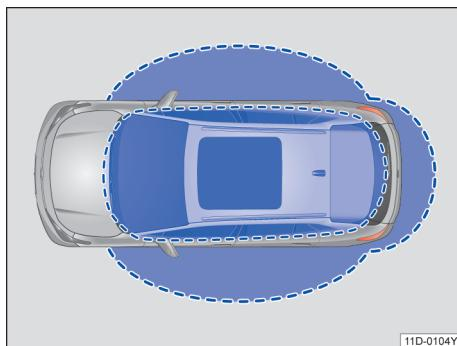
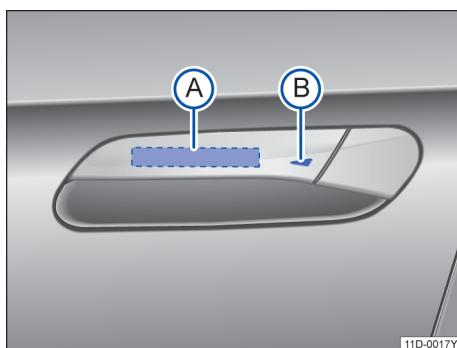

图 42 无钥匙进入闭锁/启动系统：工作范围
图 43 无钥匙系统 Kessy：车门拉手上的传感区
Kessy 是一种无钥匙系统，它可以实现在不操作遥控钥匙的情况下解锁或锁止汽车。操作者只需随身携带一把有效遥控钥匙，并处于车门或行李厢盖的有效感应区域内→图 42，同时触摸车门拉手上的传感区之一→图 43 或按压行李厢盖上的按钮即可实现。
如果有一把有效遥控钥匙在有效感应区域→图 42 内，则无钥匙系统 Kessy 会将访问权限授予该钥匙。紧接着可以在不主动操作遥控钥匙的情况下执行以下功能：
– 按压→图 43(A)解锁 Kessy 。
– 触摸车门拉手上的传感区→图 43(B)一次。
如果在行李厢盖的有效感应区域→图 42 有一把有效的遥控钥匙。
- 要便捷关闭所有电动车窗和天窗，请用手指按住车门拉手上的传感区→图 43(B)几秒钟。
- 松开传感区→图 43(B)即可中断该功能。如果在松开车门拉手上的传感区→图 43(B)后立即将手放入(A)内，则所有车窗停在原位置（安全功能）△→第 56 页。
如果有水柱或水流从车门拉手传感器→图 43(A) 处暂时移开，然后又移回(例如洗车时)，则所有车窗均有可能打开→第 48 页，便捷功能。